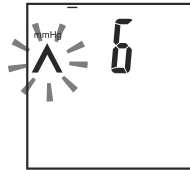

Fig.9
2. Se va auzi un semnal sonor și se va începe umflarea cu aer a manșonului. Pe ecran va pulsa pictograma «^» iar valorile vor crește (fig.9). Umflarea cu aer va înceta la nivelul optim datorită algoritmului Fuzzy Inflation.